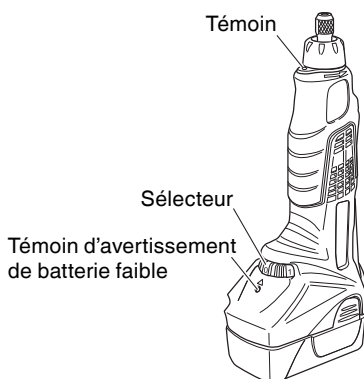

Fig. 3
1. Témoin d'avertissement de batterie faible (Fig. 3)